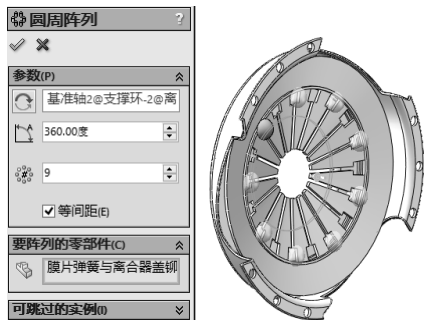

图 5-35 阵列铆钉操作
STEP 12 单击“装配”工具栏中的“圆周零部件阵列”按钮，打开“圆周阵列”属性管理器，选择离合器盖内表面为圆周阵列轴，进行阵列操作，如图 5-35 所示，完成离合器盖的装配操作，然后将此装配体保存即可。